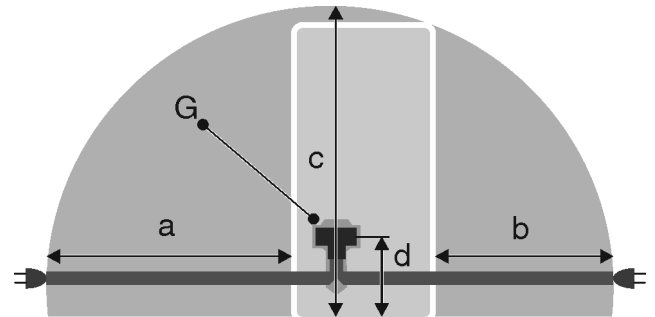

Fig. 51
- Steckdose liegt außerhalb des Geräterückseitenbereichs im gegebenen Bereich *Fig. 51 (a, b, c)*.
- ▶ Gerätestecker *Fig. 51 (G)* auf der Rückseite des Gerätes einstecken. Auf richtiges Einrasten achten.